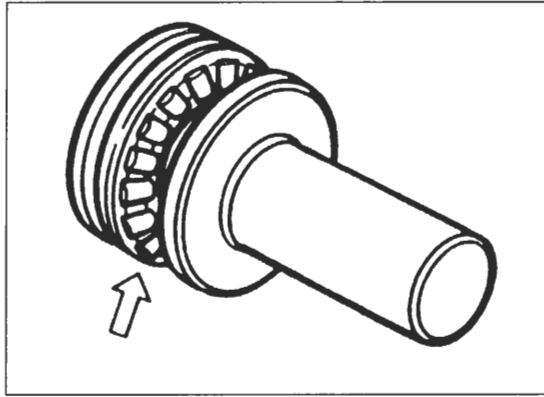

Bild 135
- Ausrücklager auf Beschädigung oder Verschleiß prüfen (Bild 135).